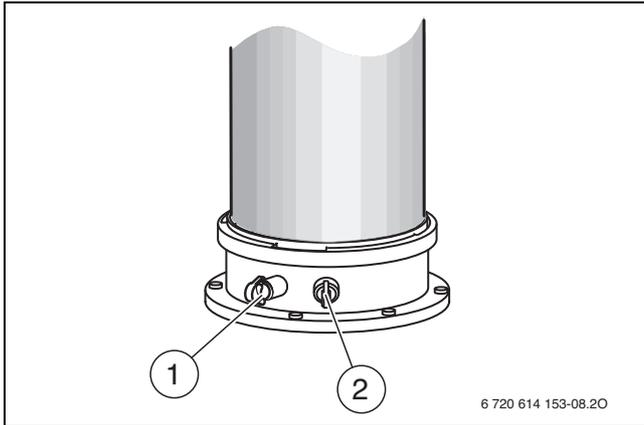

Bild 12 Abgasmessstutzen und Verbrennungsluft-Messstutzen
- ▶ Stopfen am Verbrennungsluft-Messstutzen (→ Bild 12, [2]) entfernen.
- ▶ Stopfen am Abgasmessstutzen (→ Bild 12, [1]) entfernen.